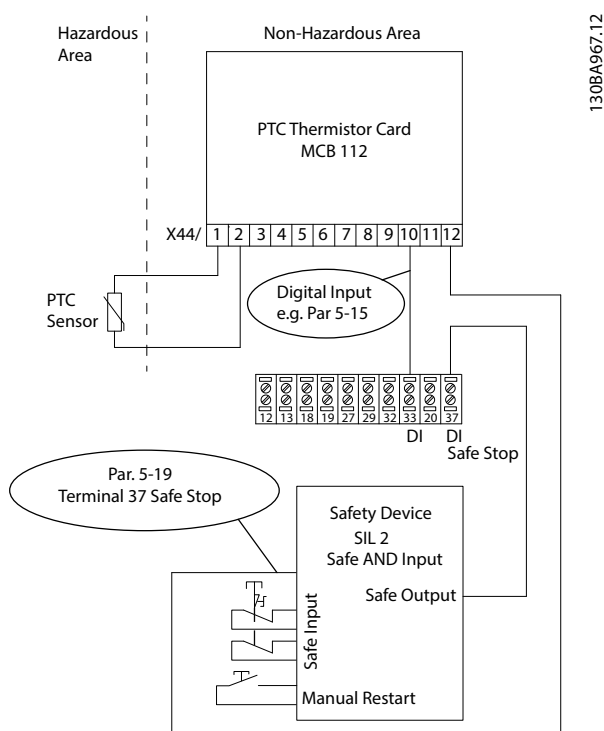

Bild 3.3 Kombinationen av en STO-tillämpning och en MCB 112-tillämpning
- Kortslutningsskydda anslutningen från utgången på säkerhetsenheten med den säkra AND-logiken till STO-plinten 37, se Bild 3.3.
Bild 3.3 visar en omstartsingång för den externa säkerhetsenheten. Det betyder att i denna installation kan parameter 5-19 Plint 37 Säkerhetsstopp vara inställd på [7] PTC 1 och relä W eller [8] PTC 1 och relä A/W. I handboken till VLT® PTC-termistorkortet MCB 112 finns mer information.